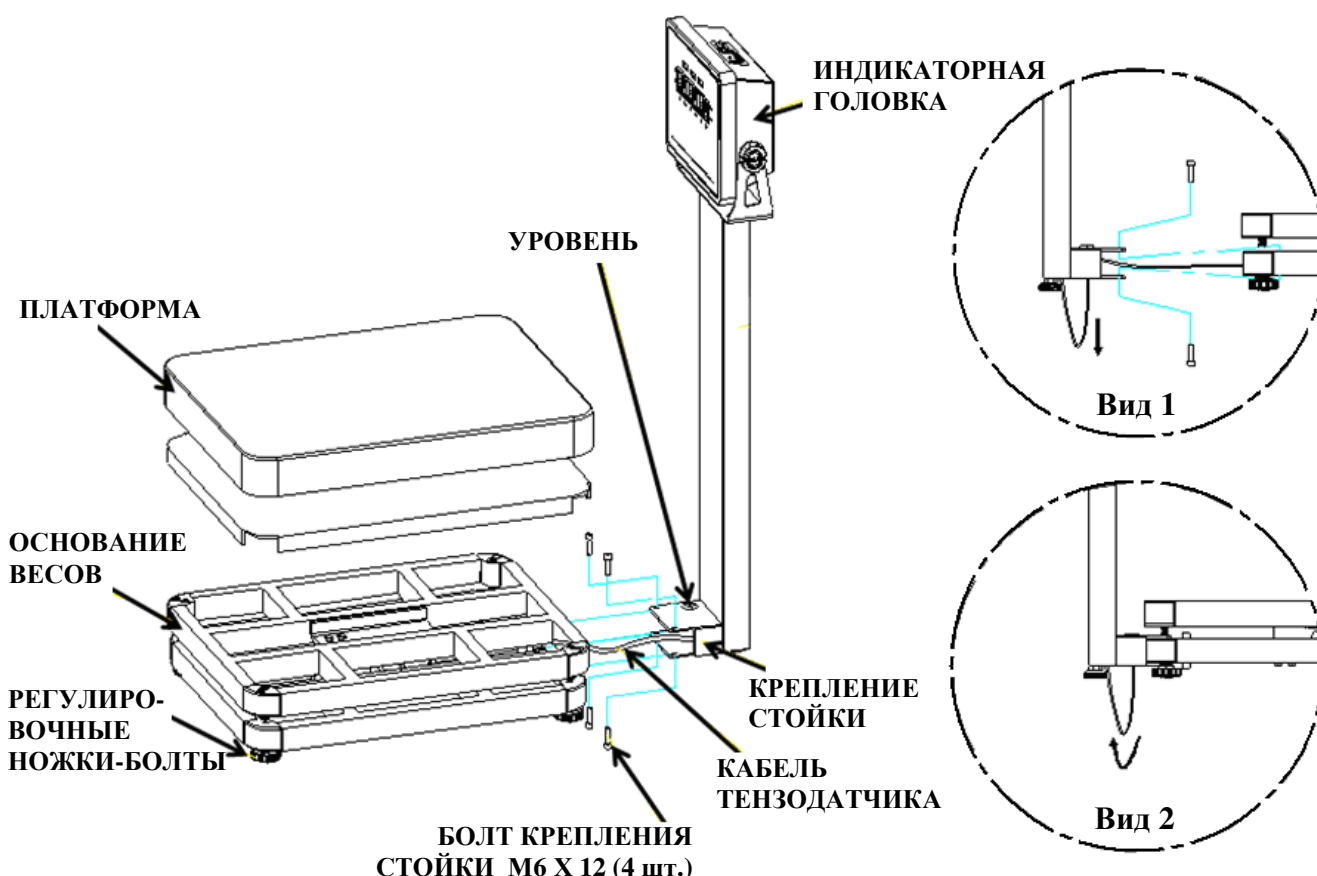
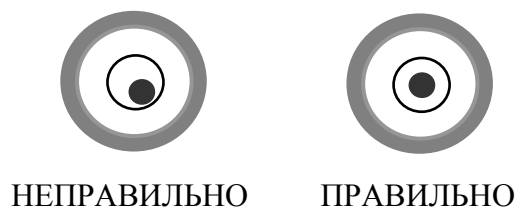

Рисунок 4.1 – Установка и крепление стойки весов
Рисунок 4.2 – Положение пузырька воздуха в ампуле уровня
- ❑ Снять платформу с основания весов (см. Рисунок 4.1). Платформа изготовлена из нержавеющей стали для пищевых и непищевых продуктов.
- ❑ Отрегулировать горизонтальность весов, вращая регулировочные ножки-болты и одновременно контролируя положение воздушного пузырька в ампуле уровня, расположенной на креплении стойки весов (см. рисунок 4.1). Весы выровнены, когда пузырек находится в центре ампулы (см. рисунок 4.2).